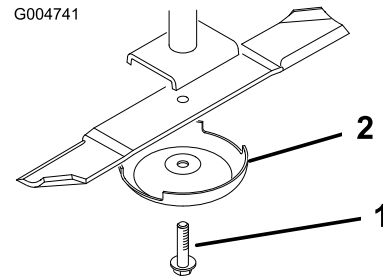

Figura 87
2. Sujete el extremo de la cuchilla usando un paño o un guante grueso. Retire del eje de la cuchilla el perno de la cuchilla, el protector de césped y la cuchilla (Figura 87).